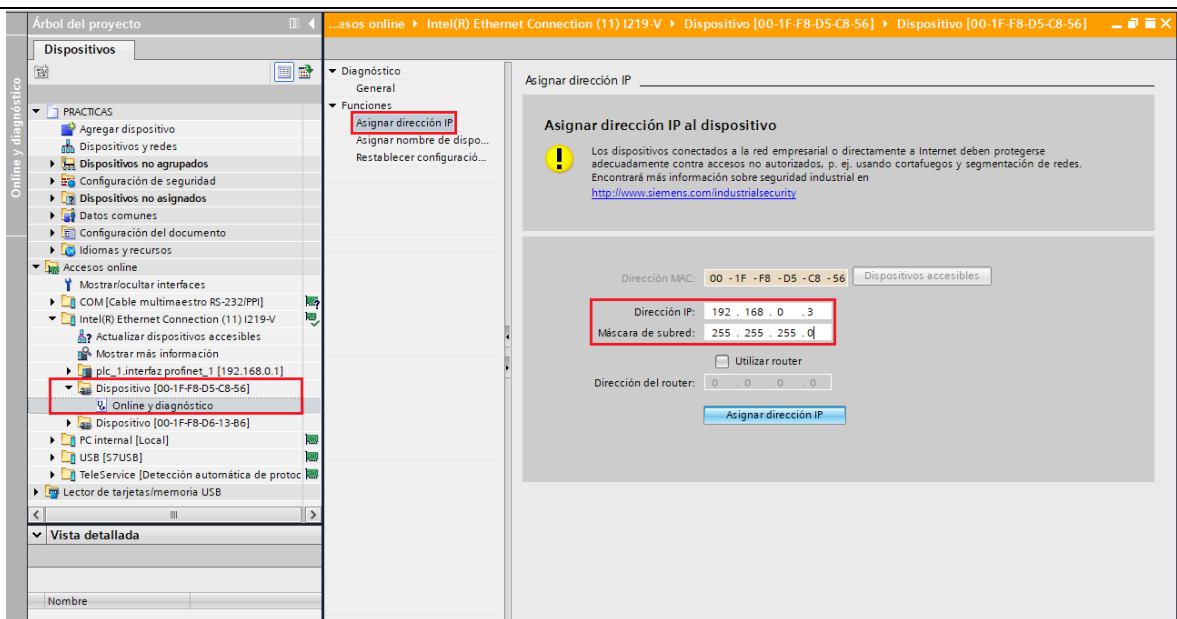

Figura 12. Configuración IP de dispositivo 1
- (2) Luego de “Actualizar dispositivos accesibles”, aparecerán dos dispositivos Variadores G120 que están conectados, luego seleccionar uno de los dispositivos y hacer clic en accesos “**Online y diagnóstico**”
- Luego se debe hacer clic en “Funciones” / “Asignar dirección IP”, y luego configurar la dirección IP: **192.162.0.3**, y la máscara de subred: **255.255.255.0** (ver Figura 12).